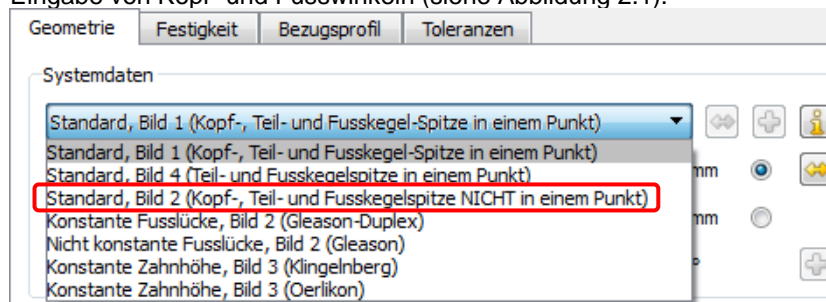

Abbildung 2.1 Bauform „Standard, Bild 2“ anwählen
1. Im Reiter **„Geometrie“** → **„Systemdaten“** die Option **„Standard, Bild 2 (Kopf-, Teil- und Fuss-Kegelspitze NICHT in einem Punkt)“** auswählen. Diese Bauform ermöglicht die Eingabe von Kopf- und Fusswinkeln (siehe Abbildung 2.1).